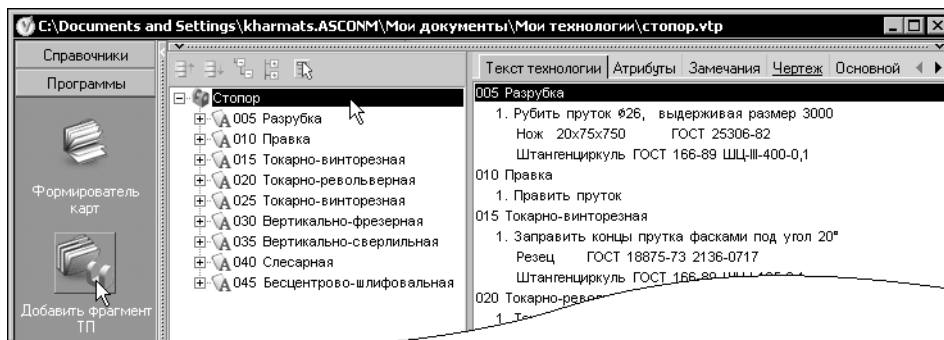

Рис. 9.42. Вставка фрагмента в техпроцесс из библиотеки шаблонов
2. На панели **Программы** нажмите кнопку **Добавить фрагмент ТП** (рис. 9.42).